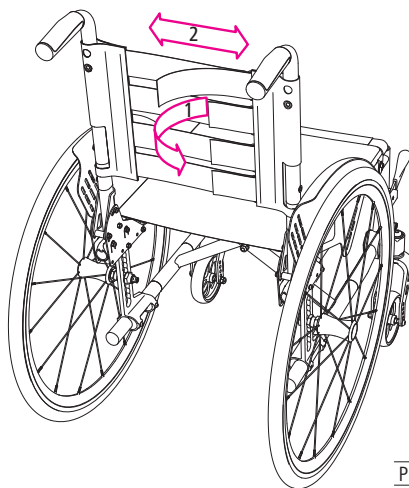

Рис.9
3. Послабте ремені (1, рис. 9) і відрегулюйте довжину (2, рис. 9) так, щоб знайти зручне положення при сидінні.